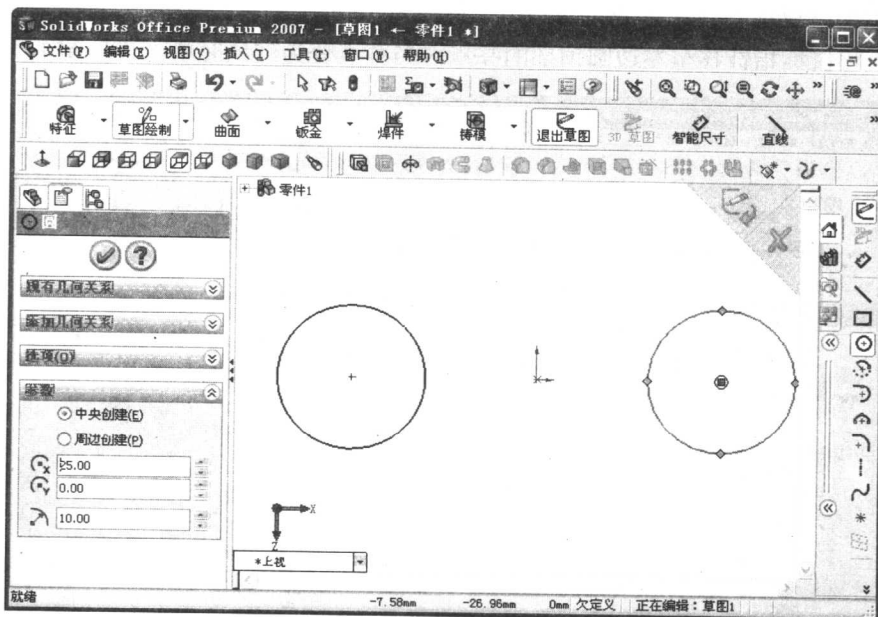

图 1.9 绘制另一个圆
(4) 重复步骤(3)，在绘图原点右边水平位置绘制半径为 10mm 的另一圆，如图 1.9 所示。